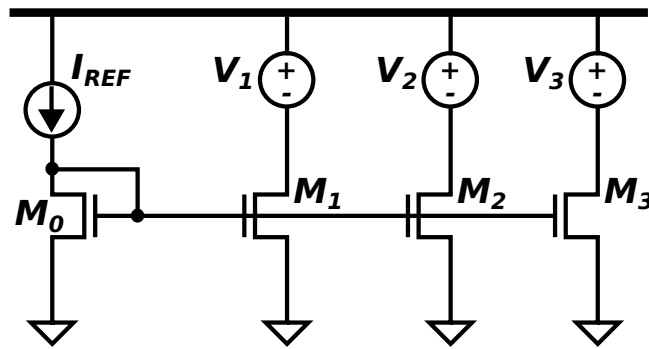

Figura 2:
2. Con el mismo tamaño de transistores obtenidos en el ejercicio anterior implementar el circuito de la figura 2.